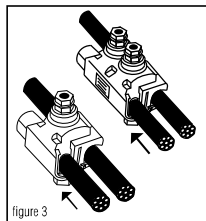

figure 3
4. Insert the tap cable into the tap side of the connector until it is seated in the remaining end cap. **See figure 3.**
4. Inserte el cable de derivación en el lado de derivación del conector hasta que tope contra la tapa terminal que queda. **Vea la Ilustración 3.**